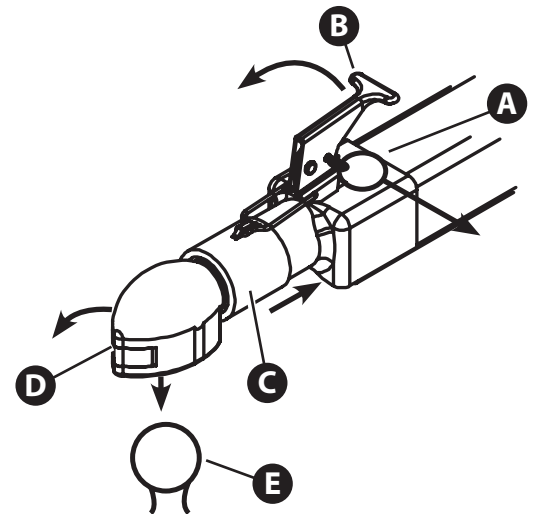

Figura 3.4
1. Asegúrese de que el acoplador esté abierto: Retire el pasador (A, Figura 3.4) del seguro (B) y levante este último. Asegúrese de que la tapa del acoplador (D) esté abierta y que retenga el collar (C) hacia atrás.
2. Baje el remolque sobre la bola del enganche (E, Figura 3.4).